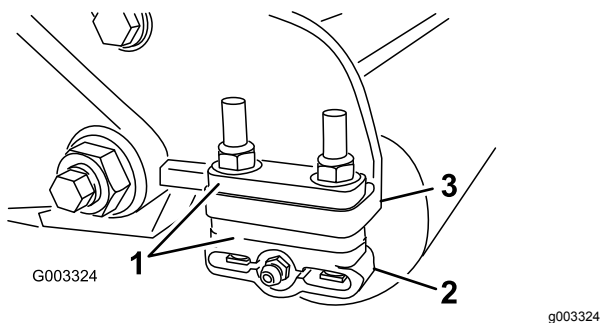

Figure 15
1. Réglez les supports du rouleau arrière (Figure 15) à la plage de hauteur de coupe voulue en positionnant le nombre correct d'entretoises sous le rebord de la plaque latérale (Figure 15) en vous reportant au tableau des hauteurs de coupe.